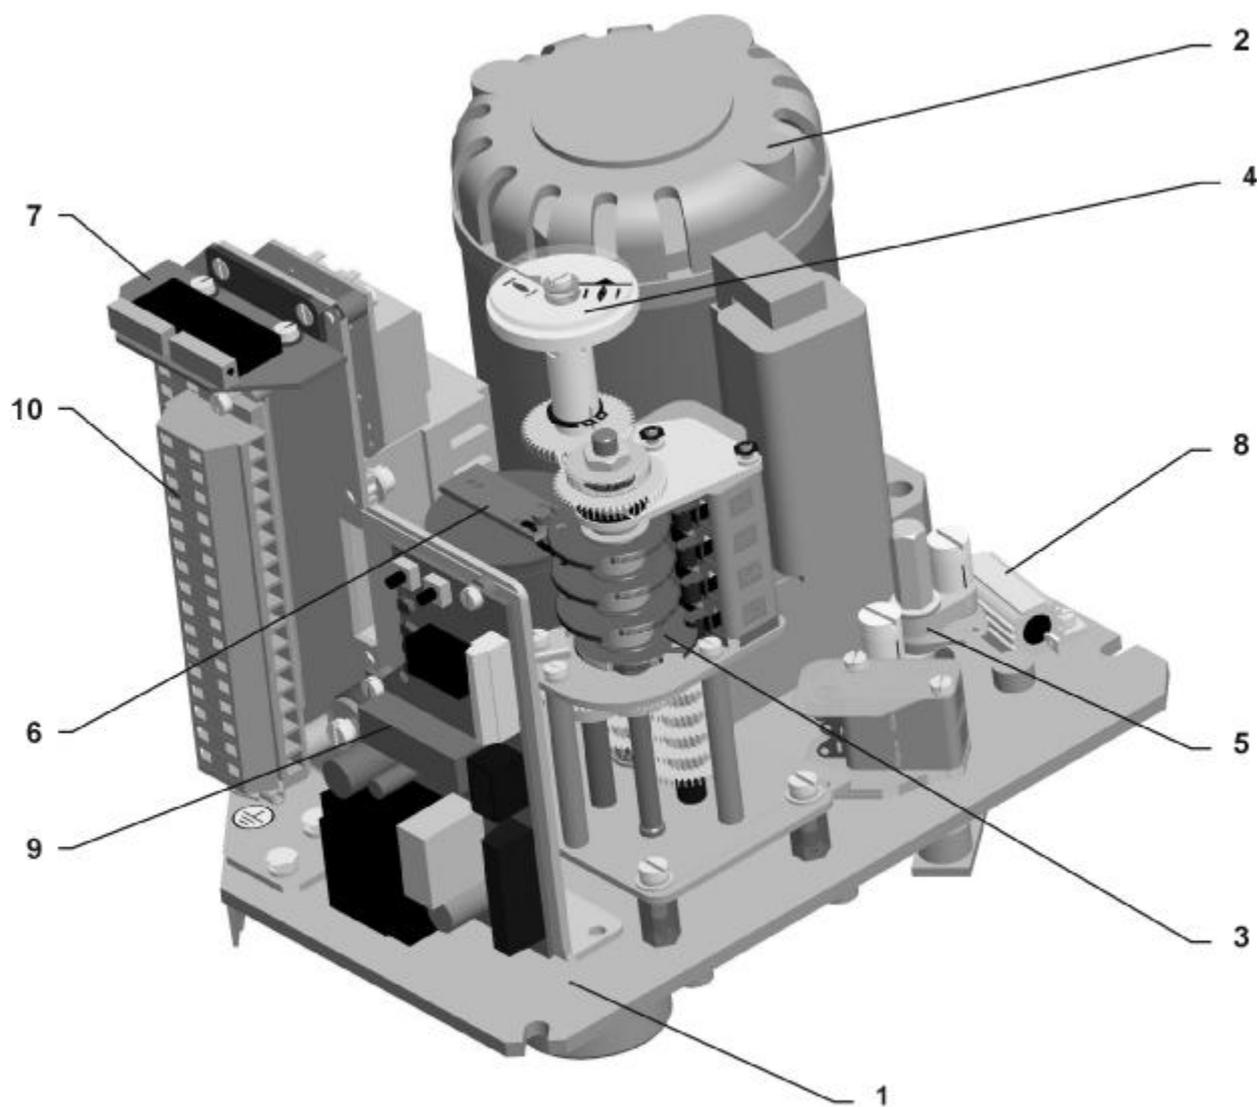

Рис.1
Управляющая часть (рис. 1) размещена на пульте управления (1), который содержит:
- электродвигатель (2) (в случае однофазного с конденсатором)
- моментную единицу (5) - управляемую аксиальным передвижением шнека
- узел положения и сигнализации (3) с датчиком положения (6) (сопротивления, емкостный или электронный датчик положения) (7), и с механическим местным указателем положения (4)
- тепловое сопротивление (8) с температурным выключателем
- электрические присоединение с помощью клеммной колодки (10) (размещенных в пространстве управления) и кабельных концевых втулок , или конектора с концевыми втулками